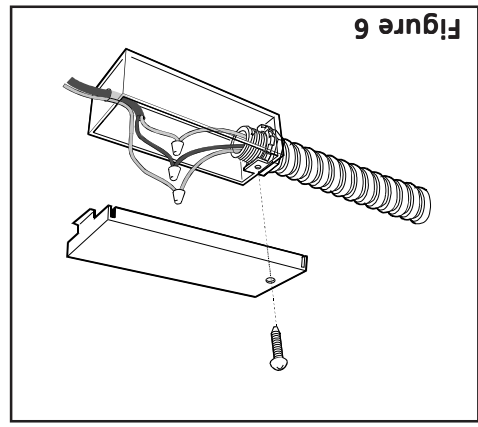

Figure 6
**18.** Connecter le fil noir du panneau de commandes au fil noir ou rouge de la boîte de connexion, le fil blanc au fil blanc et le fil vert au fil vert/jaune (Figure 6).